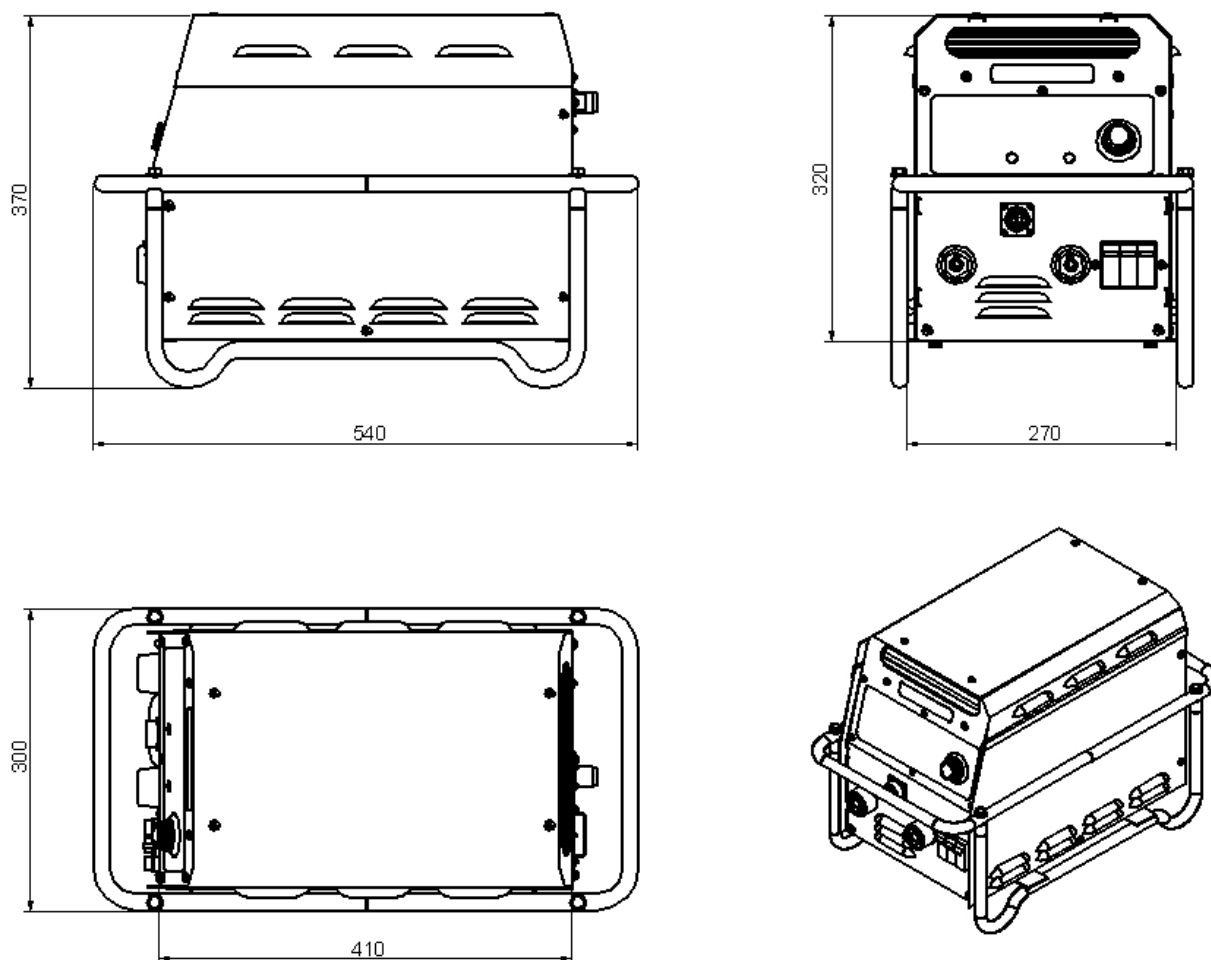

Рис. 1. Габаритные размеры источника.
2.1.15. Габаритные размеры источника не более 540×370×300мм. (См. Рис. 1.)